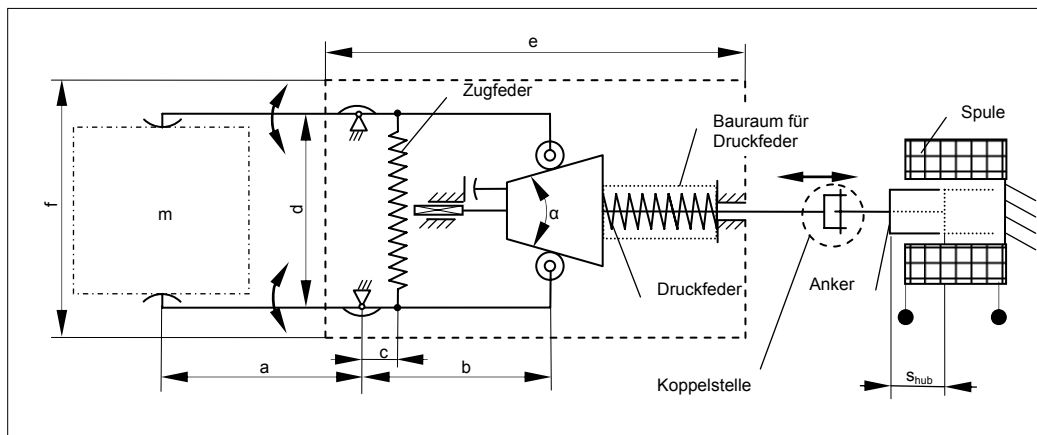

Bild 1: Greifer in Position „ZU“, (Draufsicht)
Zur Aufnahme der Werkstücke ist ein elektromagnetisch betätigter Zweifingergreifer zu entwerfen, dessen technisches Prinzip in Bild 1 dargestellt ist. Die geometrischen Randbedingungen sind entsprechend der Prinzipskizze einzuhalten.
- Das Maß d gibt die Länge der gespannten Zugfeder in der im Bild 1 dargestellten Position vor.